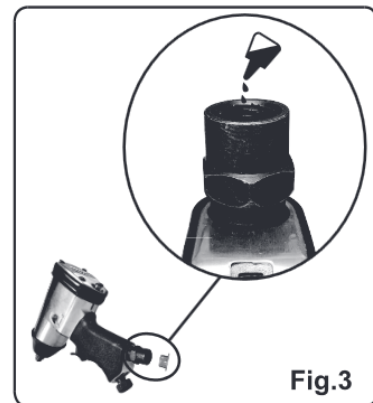

Fig.3
- Tutta l'aria compressa contiene umidità e altri contaminanti che possono danneggiare i componenti interni dello strumento. Un filtro dell'aria ne rimuove la maggior parte e prolunga notevolmente la vita dell'utensile. Assicurarsi che l'oliatore nella condotta abbia abbastanza olio. Se non è disponibile un oliatore, aggiungere 2 gocce di olio all'ingresso dell'aria dell'utensile all'inizio di ogni giorno di lavoro. Qualsiasi quantità in eccesso sarà comunque espulsa dallo scarico dell'attrezzo durante l'uso (**Fig. 3**).